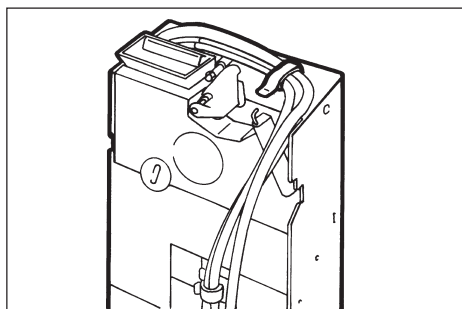

Fig. 19
- Inserire i tre cavi della monetiera nel fermacavo curandosi che questi non vadano ad ostruire l'ingresso delle monete o ad impedire il corretto funzionamento della leva di sbloccaggio della monetiera (Fig. 19).